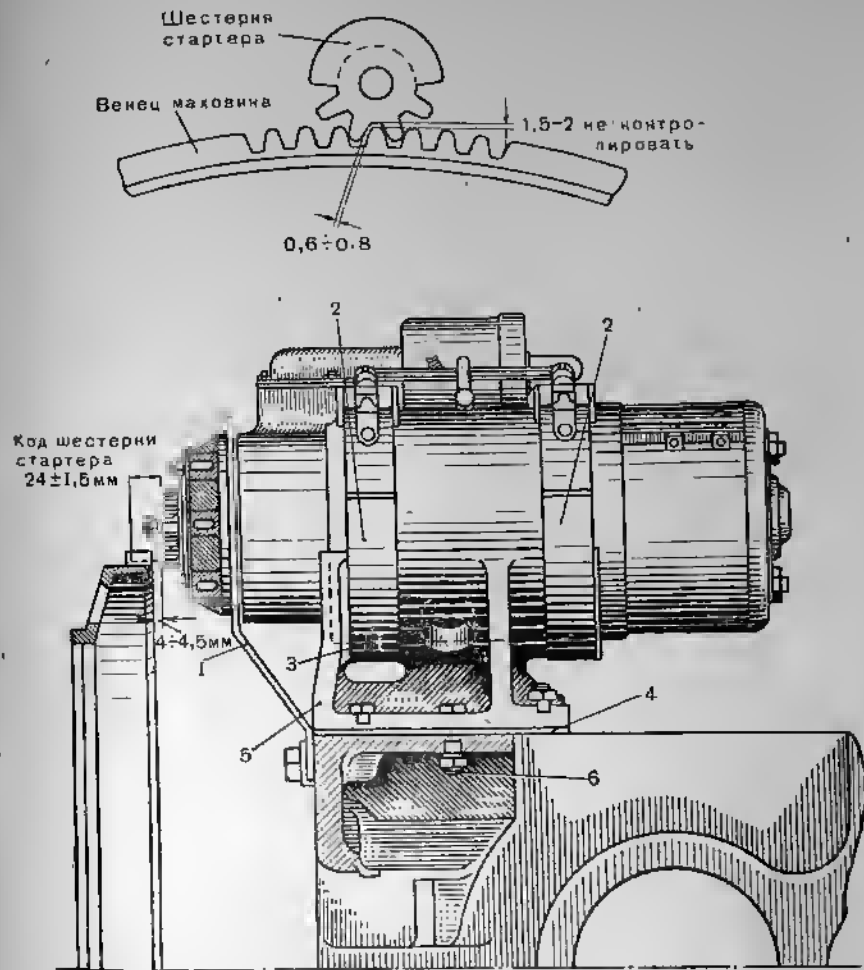
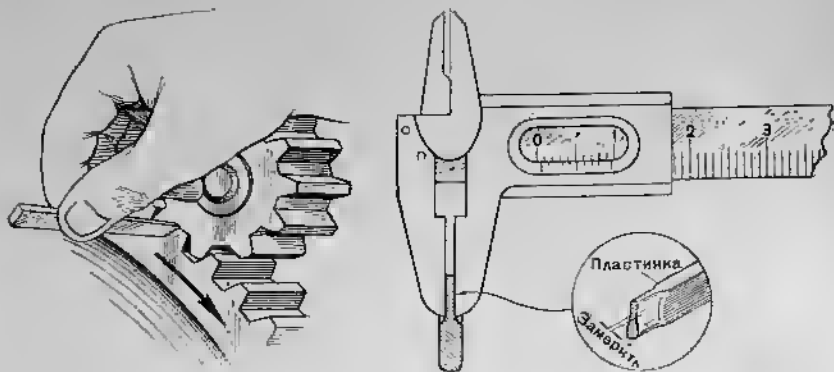

Рис. 219. Установка стартера СТ-700:
Рис. 220. Проверка установки стартера
1. Стартер устанавливается в ложе 4 (рис. 219) на коробке передач. Это ложе имеет установочный штифт 3, который при правильной установке должен войти в шлиц на корпусе стартера. В осевом направлении стартер закрепляется так, чтобы между торцом шестерни стартера и торцом венца маховика был зазор в пределах 4—4,5 мм. Этот зазор проверяют щупом, а регулируют передвижением стартера вдоль оси.
вика (рис. 220). Этот зазор регулируется прокладками 4 под ложе 5 стартера (рис. 219).
После проверки указанных выше зазоров, а также проверки стартера на перпендикулярность к маховику снять с танка стартер, затем рассверлить в ложе, не снимая его, два отверстия для призонных болтов 6. Эти два отверстия рассверливают так, чтобы сверло проходило через тело площадки коробки передач. После этого разворачивают отверстия разверткой и, вставив в них призонные болты, затягивают их гайкой. Затянув болты, жестко закрепляют стартер стяжными лентами 2 (рис. 219) и проверяют крепление поддерживающего кронштейна 1.